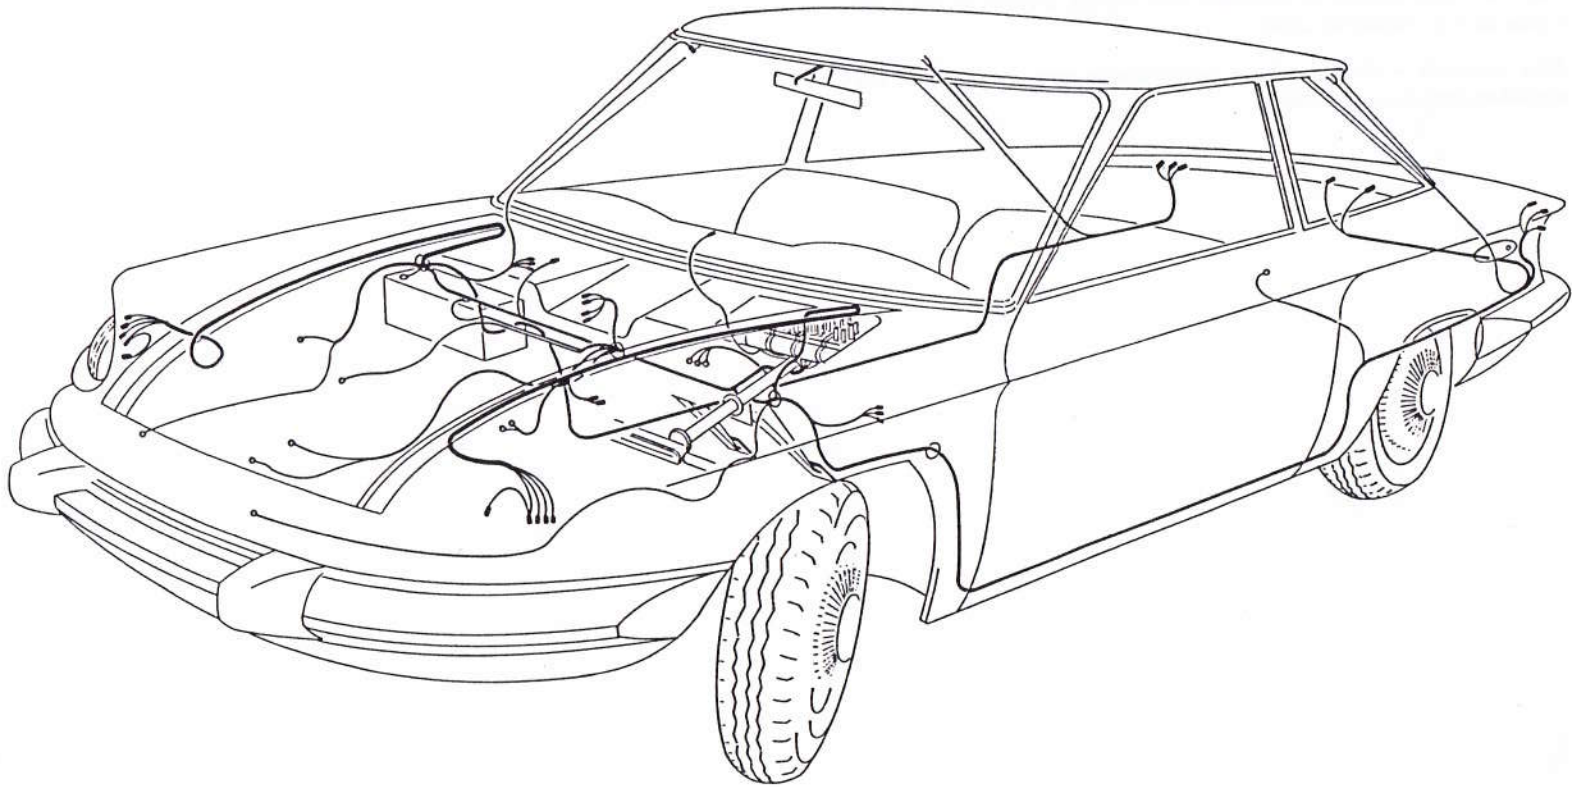

Fig.39
7450 - REMPLACEMENT d'un FAISCEAU PRINCIPAL (Fig. 39)
- Attention - S'assurer que le faisceau soit bien en place, c'est-à-dire placé dans l'angle de la planche inférieure de bord et de l'auvent. Il doit obliquement passer entre les pédales et l'auvent, puis sous le tube raccord du distributeur de chauffage (Fig. 39).**